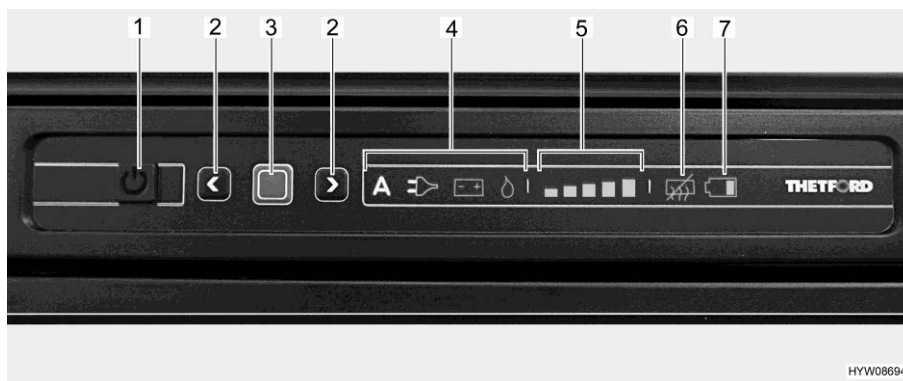

Bild 134 Lysdiodsreglage (kylskåp Thetford)
- Tryck på på/av-knappen (Bild 134,1) i en sekund. Knappen tänds med grönt ljus. Efter ca 10 sekunder dimmas indikeringen automatiskt för att spara ström.
- Tryck på bekräftelseknappen (Bild 134,3). Det sist valda driftläge visas.
- Tryck ned bekräftelseknappen (Bild 134,3) i cirka 2 sekunder. Symbolen för driftläge blinkar.
- Manuellt energival: Med pilknapparna (Bild 134,2) väljer du önskad energikälla.
- Automatiskt energival (endast för utförande med automatiskt energival): Välj driftläget "A" med hjälp av pilknapparna (Bild 134,2).
- Bekräfta valet med bekräftelseknappen (Bild 134,3).
- Tryck på bekräftelseknappen (Bild 134,3) igen. Kylnivåindikatorn (Bild 134,5) blinkar.
- Ändra inställningen genom att trycka på pilknapparna (Bild 134,2) tills önskad inställning visas.
- Tryck på på/av-knappen (Bild 134,1) i cirka 2 sekunder. Alla lampor släcks. Kylskåpet är avstängt.
När kylskåpet sätts på väljs automatiskt den sist valda termostatinställningen. Denna inställning kan ändras manuellt med pilknapparna (Bild 134,2). Det tar alltid några timmar innan man har en normal drifttemperatur i kylskåpet. Vid omkopplingen till ett annat driftläge, bibehålls termostatinställningen.